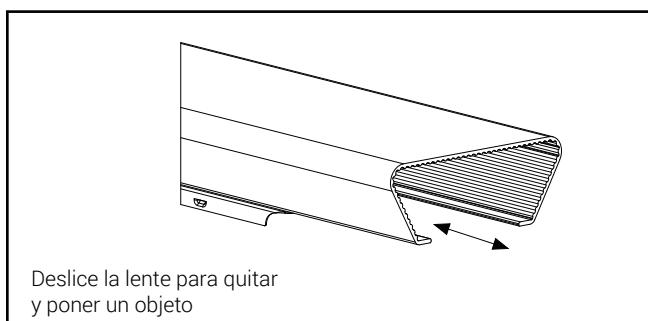

Figura 4.
6. Deslice la lente hacia el extremo abierto (Figura 4).